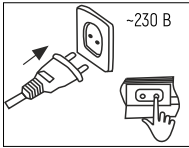

Рис.4
5. Вилку сетевого кабеля вставьте в розетку бытовой электросети ~230 Вольт*. (рис.4).
6. Переведите выключатель, расположенный на корпусе светильника в положение «Включено». (рис.4).